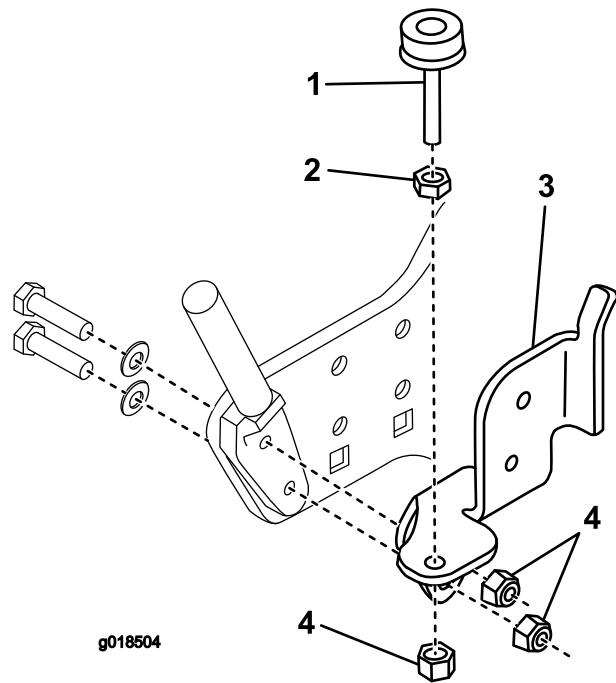

Figura 5
3. Sujete la varilla de montaje del recogedor a la chapa lateral izquierda con 2 pernos nuevos totalmente roscados (5/16" x 1½") y las 2 arandelas que retiró anteriormente (Figura 5).
4. Coloque el soporte izquierdo del cepillo sobre el perno y sujételo con 2 contratuercas (5/16"), tal y como se muestra en la Figura 5.
- Monte provisionalmente el tornillo de ajuste de nivel en el soporte del cepillo con una tuerca autoblocante (5/16") y una contratuerca (5/16"), tal y como se muestra en la Figura 5.